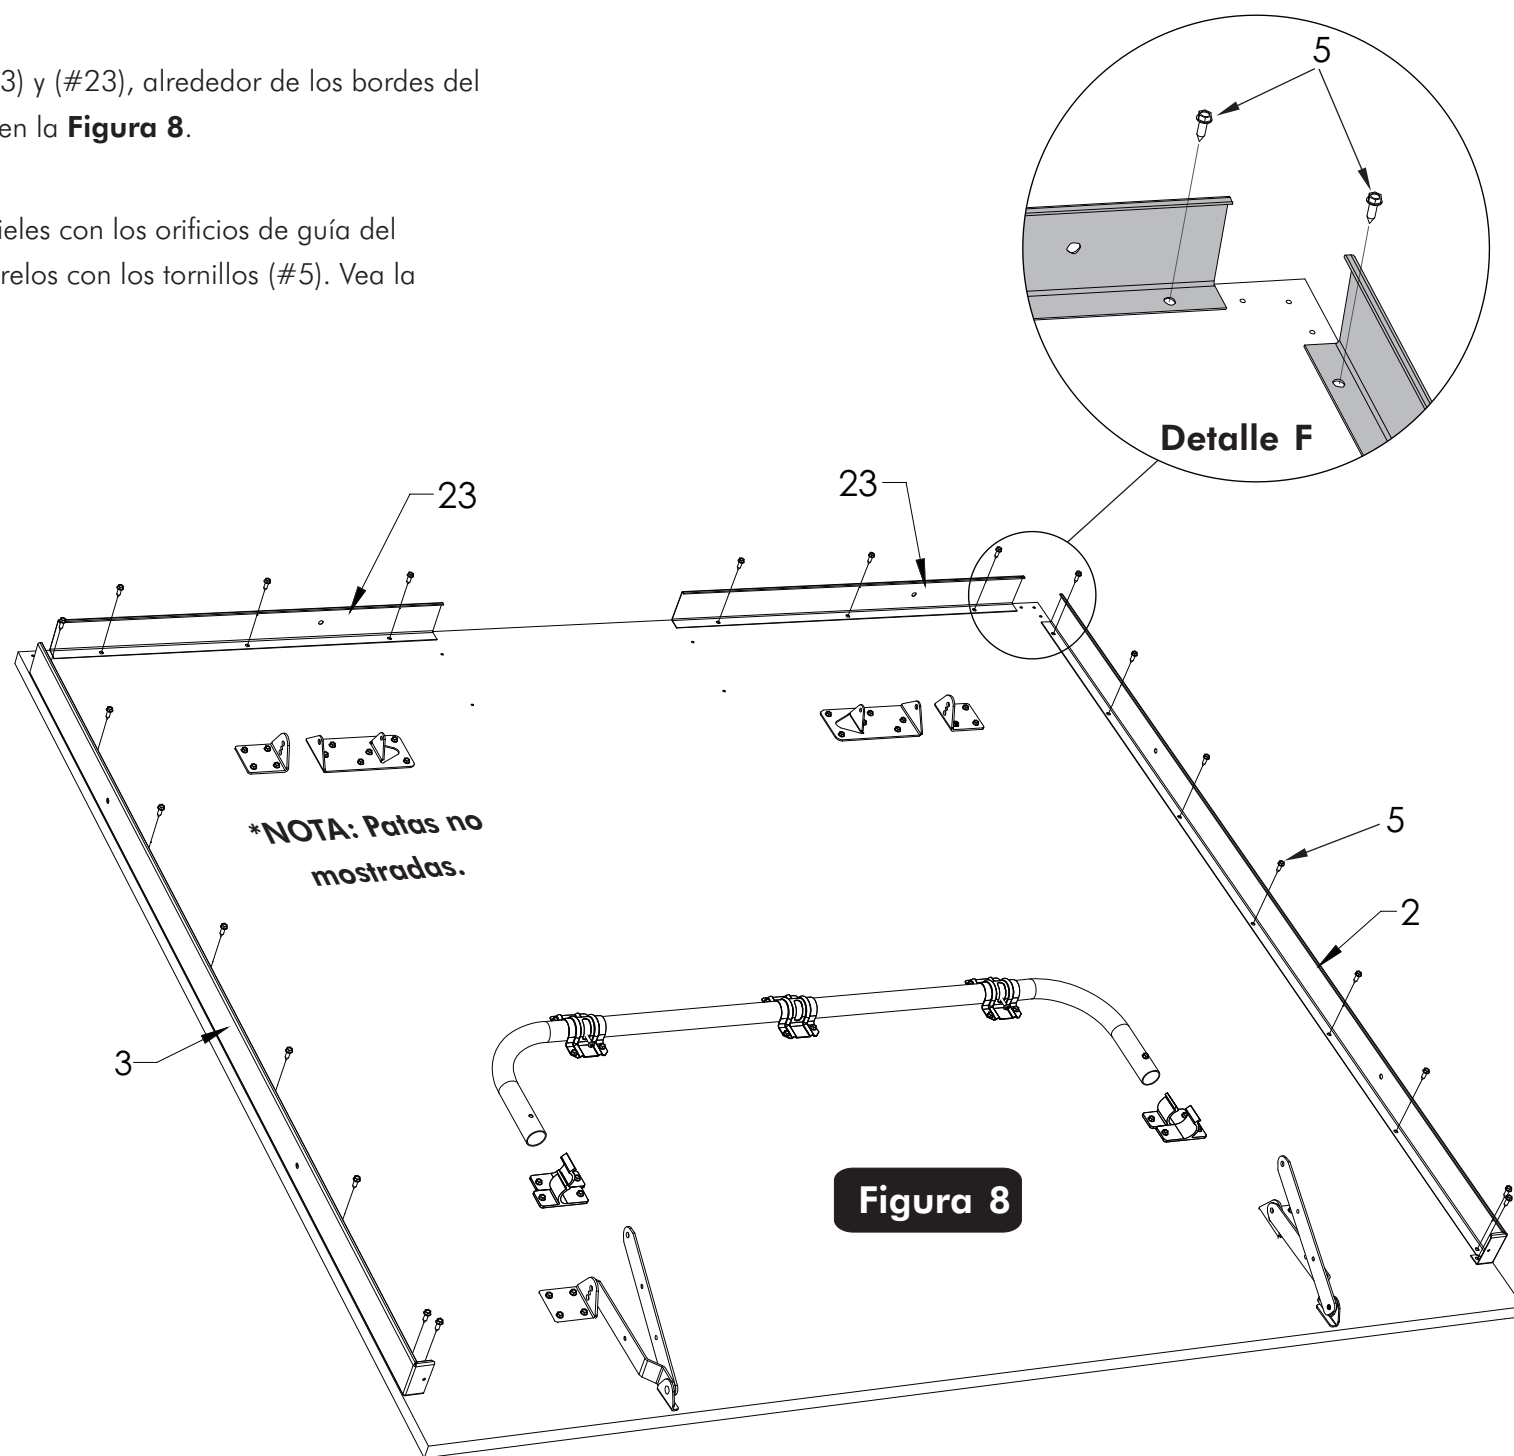

Figura 8
13. Coloque los rieles (#2), (#3) y (#23), alrededor de los bordes del tablero, como se muestran en la **Figura 8**.
14. Alinee los orificios de los rieles con los orificios de guía del tablero, atornillelos y asegúrelos con los tornillos (#5). Vea la **Figura 8** y **Detalle F**.